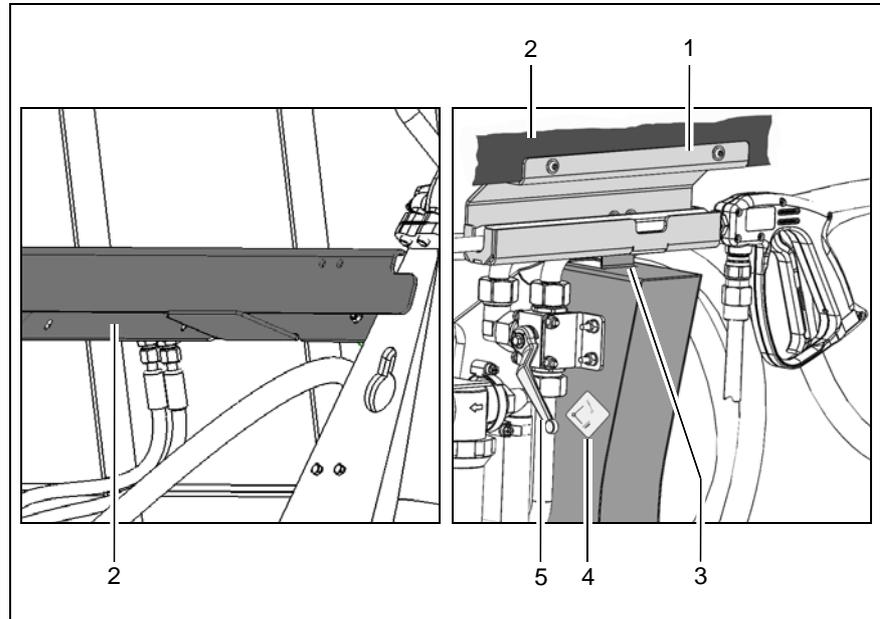

Abb.4
1. Den Lanzenhalter (Abb. 4/1) mit zwei Schrauben M6x20 von hinten an der oberen Traverse (Abb. 4/2) des Kehrgutbehälters montieren.
2. Den Lanzenhalter mit den unteren beiden Schrauben an der Lasche des Schlauchhalters (Abb. 4/3) montieren.
Den Aufkleber (Abb. 4/4) seitlich am Schlauchhalter anbringen. Die Lage des Aufklebers entspricht den Hebelstellungen des Handventils (Abb. 4/5).